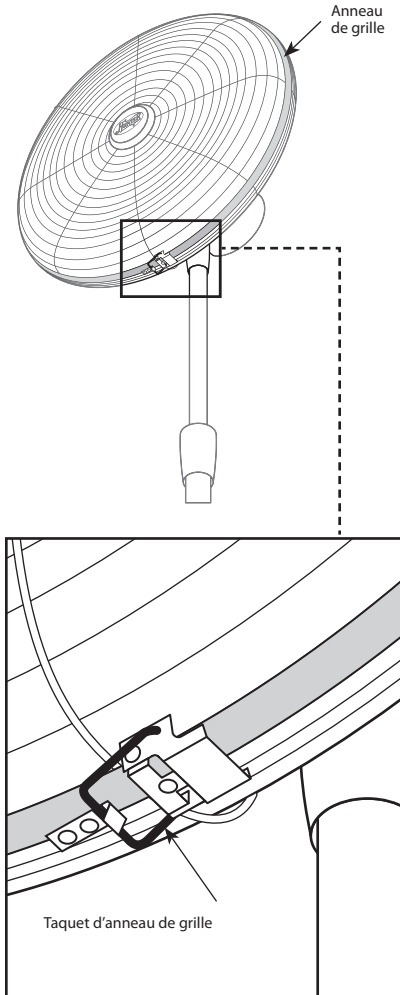

FIGURE 12
24. Placer l'anneau de grille autour des couronnes de grille avant et arrière, avec son ouverture à la base des couronnes. Enclencher les deux extrémités de l'anneau de grille et les fixer avec le verrou de l'anneau. Voir Figure 12.